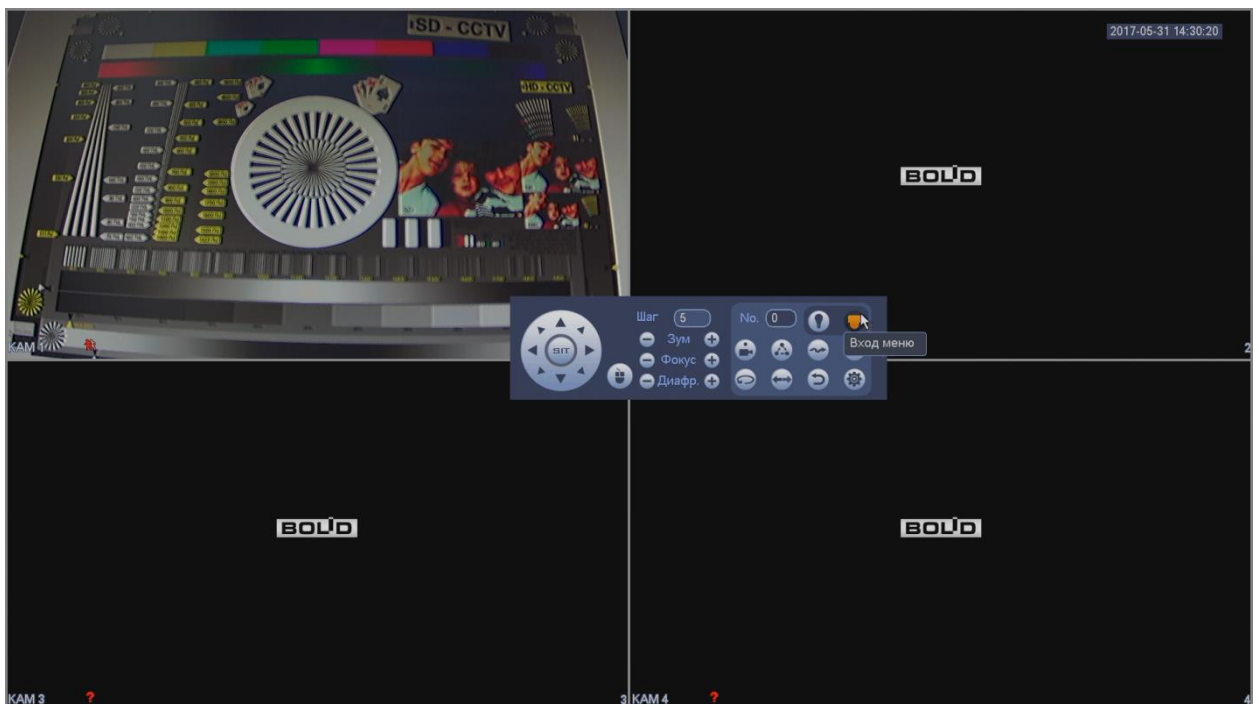

Рисунок 6
3.2 В появившемся окне раскройте дополнительное меню и нажмите кнопку «Вход в меню» (рис.6).